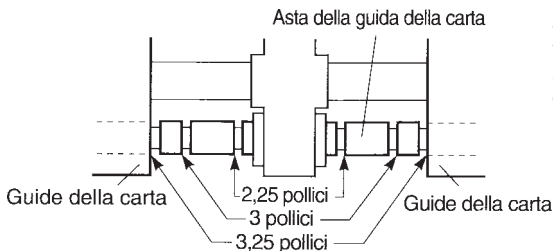

Fig. 2-3 Regolazione delle guide della carta (SP317)
- Quando si inserisce l'anello di fermo corrispondente alla scanalatura sull'asta delle guide della carta mostrata nella Fig. 2-3, quella sarà la posizione quando si fissa la guida della carta.
- ⑥ Regolare l'interruttore di alimentazione della stampante sulla posizione di accensione.
- ⑦ Tagliare la parte iniziale della carta in rotolo su una linea dritta.